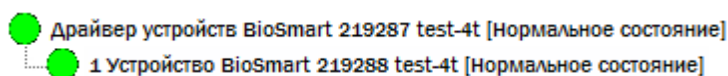

Рисунок 1 — Дерево элемента **Драйвер устройств BioSmart**
4. Запустите «Драйвер устройств BioSmart» с параметром [**В выделенном приложении**]. Элементы **Драйвер устройств BioSmart** и **Устройство BioSmart / Устройство BioSmart Prox-E** должны окраситься в зеленый цвет и перейти в [**Нормальное состояние**] (рисунок 1).